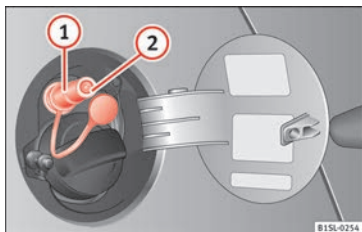

Fig. 104 Tapa del depósito abierta: boca de carga de gas ①, retén de la boca de carga ②.
- Destape la boca de carga de gas » **fig. 104 ①**.